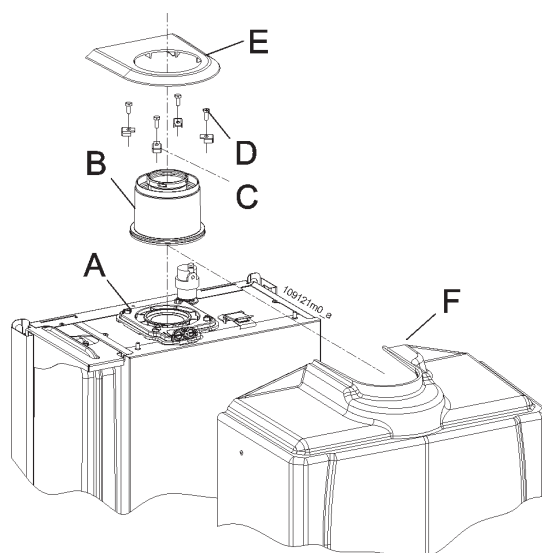

Figura 5-36 - Installazione del sistema coassiale
L'apparecchio viene fornito di serie senza raccordi per il collegamento dello scarico fumi/aspirazione aria. Per collegare l'apparecchio ad un sistema "Coassiale 60/100PP" occorre richiedere l'apposito kit ed installarlo come in Figura 5-36.
- 5.- applicare la guarnizione "E" come da Figura 5-36.